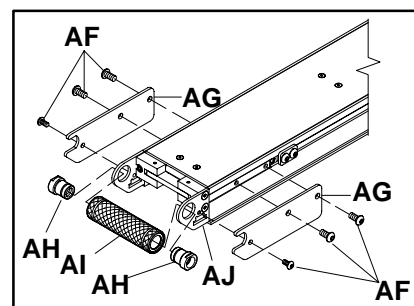

Figure 14
Retirez les vis de la plaque de jonction (AF de la figure 14) et les plaques de jonction (AG) de chaque côté du convoyeur.
Reportez-vous à la figure 14 et réinstallez la poulie de la manière suivante:
Insérez la poulie (AI de la figure 14) entre les pattes de maintien (AJ).
Fixez les plaques de jonction (AG de la figure 14) au convoyeur à l'aide des vis de cette même plaque (AF).